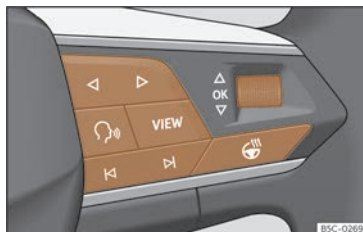

Fig. 11 Partea dreaptă a volanului multifuncțional: butoanele de accesare a meniurilor și informațiilor de pe panoul de instrumente (în funcție de versiune).
Cât timp este activ avertismentul de prioritate 1 >>> pag. 25, nu va fi posibilă accesarea unui meniu. Unele avertizări pot fi confirmate și ascunse cu ajutorul butonului **OK** de pe volanul multifuncțional >>> **fig. 11**.
- Dacă este afișat un mesaj sau simbolul unui autovehicul, apăsați butonul **OK** >>> **fig. 11**; de mai multe ori, dacă este necesar.